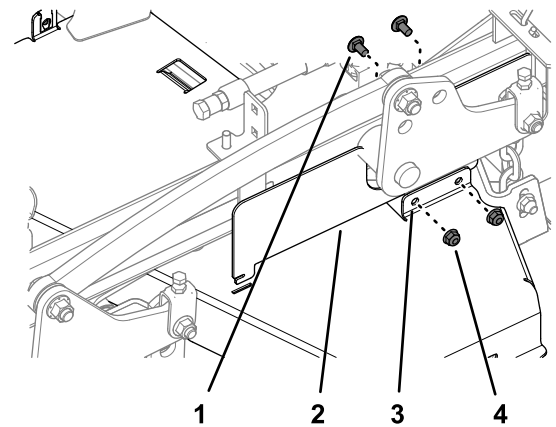

Figura 43
2. Monte la cubierta CE izquierda a la cubierta de la correa izquierda (Figura 43) con los 2 pernos de cuello cuadrado y 2 contratuercas que retiró en Retirada de la cubierta de la correa izquierda (página 28).